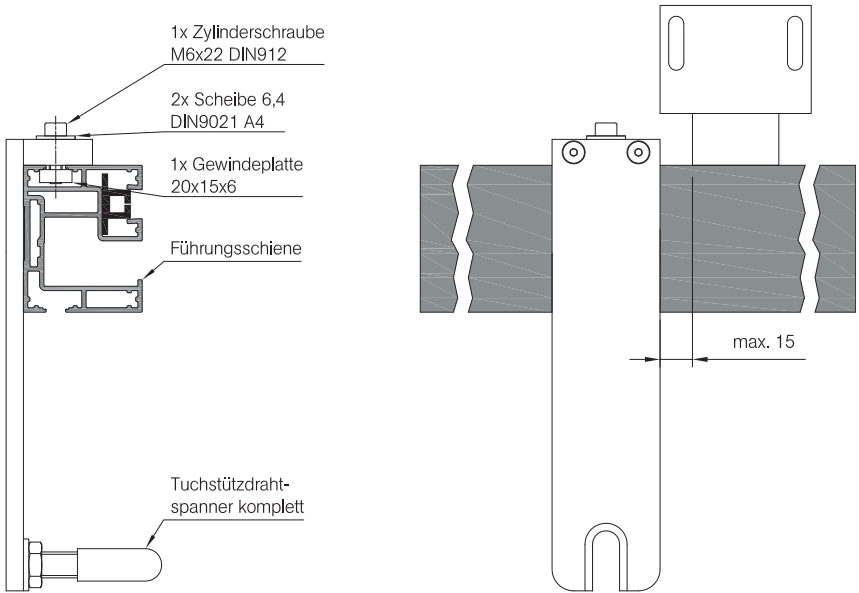

Abb. 9: Tuchstützdrahtwinkel an Führungsschiene befestigen
- » Die Gewindeplatte 20x15x6 (Abb. 9) muss vor der Montage der Füh-rungsschiene in die obere Gasse der Führungsschiene eingeschoben und in der Nähe eines mittleren Führungsschienenhalters fixiert werden.